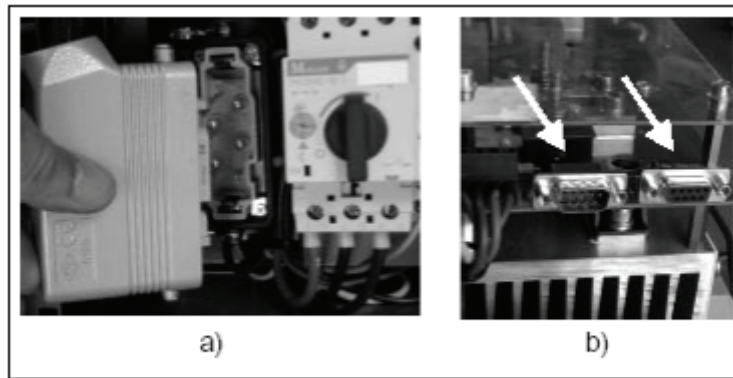

Figura 5-4 Connessioni del carrello alimentatore
- Connettore di alimentazione [Figura 5-4 a)]
- Connettori dati [Figura 5-4 b)]